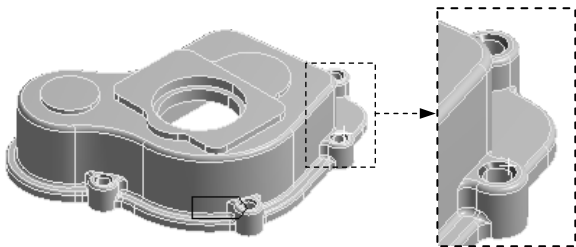

图 2.6.18 命名选择集 chamfer-selection (二)
(3) 在“Outline”窗口中单击  chamfer-selection 节点，系统切换到“Worksheet”窗口，采用系统默认参数设置，单击 按钮。
(4) 打开 **Graphics** 选项卡，切换到几何显示界面，结果如图 2.6.18 所示。